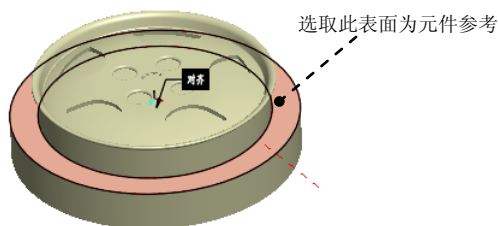

图 30.17 定义元件参考
Step2. 定义约束参考模型的放置位置。在模型树中选中参考模型  TURNTABLE_MOLD_REF.ASM 并右击，然后选择  **命令**。在操控板中单击  **放置** 按钮，选择  **默认** 约束并右击，在系统弹出的快捷菜单中选择  **删除** 命令；在“放置”界面的“约束类型”下拉列表中选择  **重合**，选取图 30.17 所示的模型表面为元件参考，选取装配体的 MOLDBASE_X_Y 基准平面为组件参考；单击  **新建约束** 字符，在“约束类型”下拉列表中选择  **重合**，选取参考件的 MOLD_RIGHT 基准平面为元件参考，选取装配体的 MOLDBASE_X_Z 基准平面为组件参考；